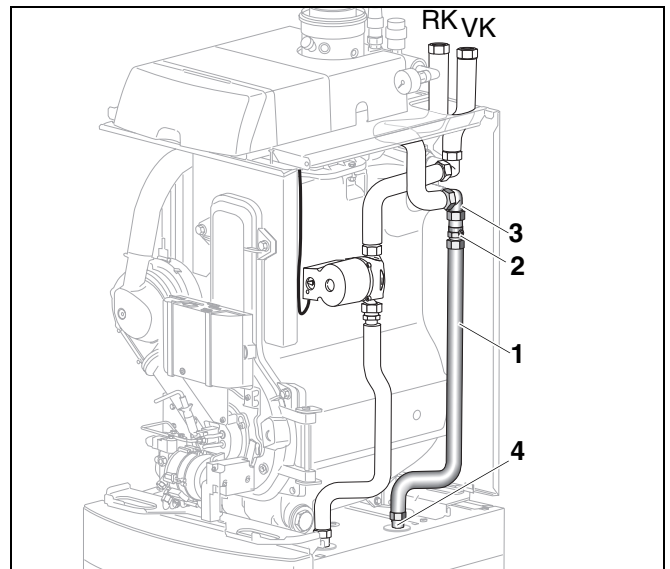

Abb. 13 Rücklaufrohr mit Sperrventil montieren
- Kappe vom Rücklauf-Winkelverteiler (Abb. 13, **Pos. 3**) abschrauben.
- Speicherrücklaufrohr (Abb. 13, **Pos. 1**) mit vormontiertem O-Ring und Sperrventil (Abb. 13, **Pos. 2**) an den unteren Anschluss am Rücklauf-Winkelverteiler einstecken und mit Überwurfmutter verschrauben.
- Speicherrücklaufrohr (Abb. 13, **Pos. 1**) mit Dichtung Ø 17 x 24 x 2 an den Speicherrücklauf (Abb. 13, **Pos. 4**) anschrauben.